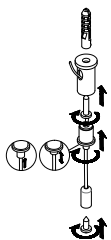

Рисунок 6 – Крепление Подвес
5.7.4. Закрепите подвесы на креплениях светильника. Выровняйте светильник. Для регулировки длины троса нажмите на кнопку в верхней части крепления троса (см. Рисунок 6).